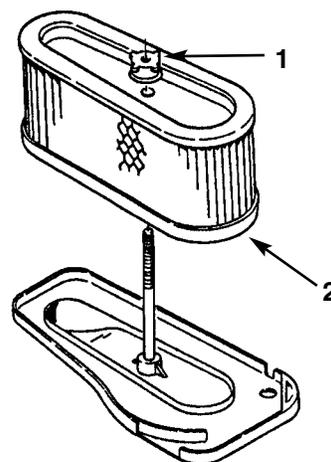

Fig. 29
5. Svitare il dado di gomma e togliete il filtro di carta (Fig. 29).
- 2. Inserite il filtro dell'aria al completo sull'asta lunga. Ora avvitate con le dita il dado di gomma contro il filtro dell'aria (Fig. 29).